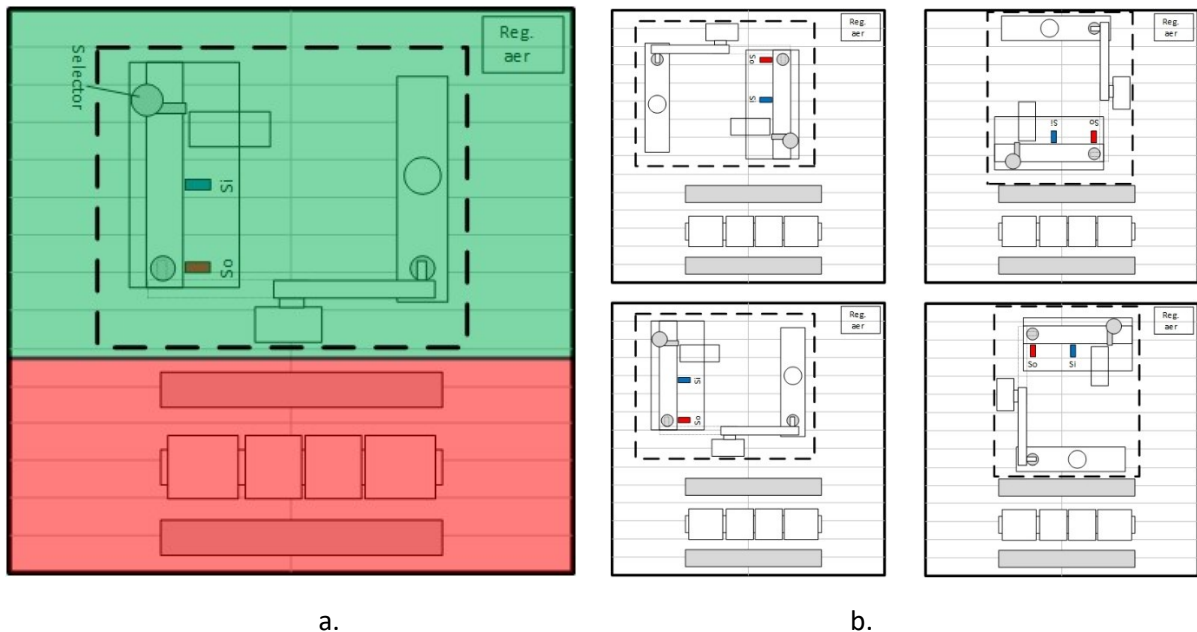

Fig.1 Starea inițială a echipamentelor de concurs: a. Configurație de bază; b. Configurații derivate permise
Echipamentele de concurs (Stația de distribuție și Banda transportoare) vor fi montate pe placa sau plăcile suport, astfel încât modul de funcționare descris în caietul de sarcini să fie posibil, respectiv să se respecte următoarele cerințe de montaj, Fig.1:
1. Primele cinci canale ale plăci/plăcilor suport (zona marcată cu fond roșu în Fig.1.a) sunt destinate montajului paturilor de cabluri, interfețelor SysLink (PLC-sistem controlat), insulei de distribuție (pneumatică), generatorului și sensorului de vacuum, releelor de comandă (dacă este cazul).
2. Următoarele canale (zona marcată cu fond verde în Fig.1.a) sunt destinate montajului alimentatorului (magaziei), brațului oscilant, benzii transportoare și regulatorului de presiune (4-6 bari). Subsansamblul încercuit prin linie punctată (magazia, bratul oscilant, banda) poate fi montat în oricare din variantele din Fig.2.b, cele patru poziții de montaj fiind derivate din soluția de bază din Fig.1.a prin rotirea cu 90, 180 sau 270 de grade a subsansamblului.